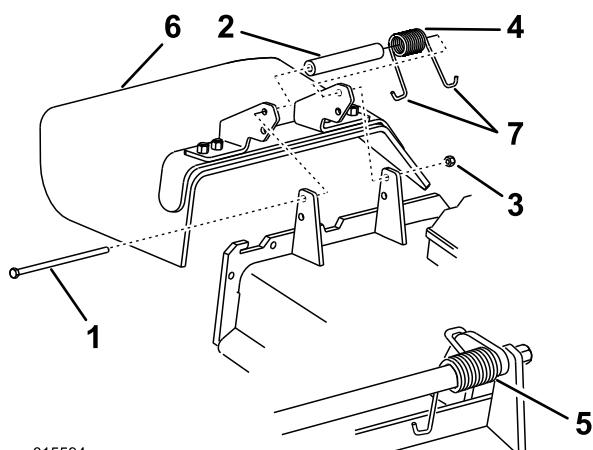

Figure 102
Remarque: Prenez soin de placer une extrémité en J du ressort derrière le bord du tablier avant de mettre le boulon en place, comme illustré à la Figure 102.
3. Remettez le boulon et l'écrou. Accrochez une extrémité en J du ressort au déflecteur d'herbe (Figure 102).
1. Retirez le contre-écrou, le boulon, le ressort et l'entretoise qui fixent le déflecteur aux supports de pivot (Figure 102). Enlevez le déflecteur s'il est endommagé ou usé.